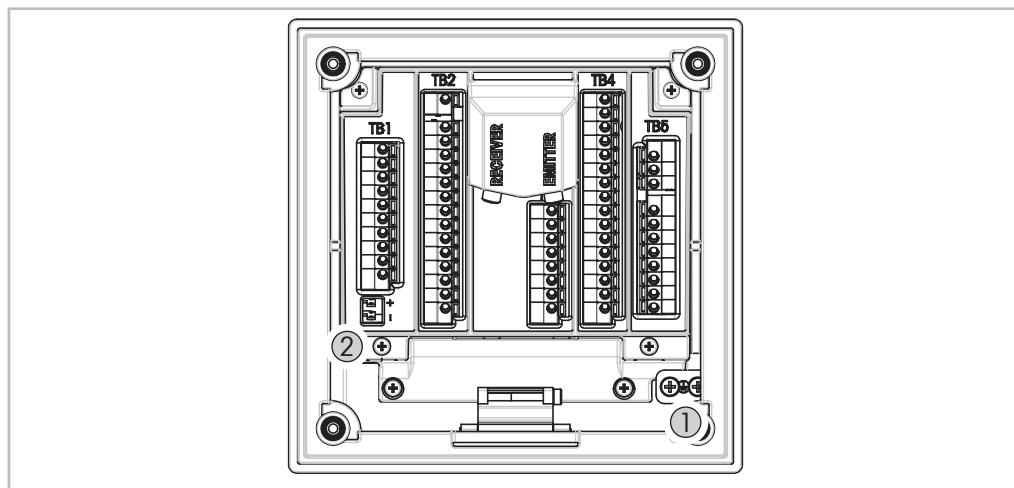

图12： 将保护接地与PE端子和内部地线连接
3. 对于不锈钢型号：将保护接地连接至PE端子，根据第31页上的图12。PE线的横切面必须大于0.8 mm² (18 AWG)。
对于不锈钢型号：将保护接地连接至PE端子，根据第31页上的图12。